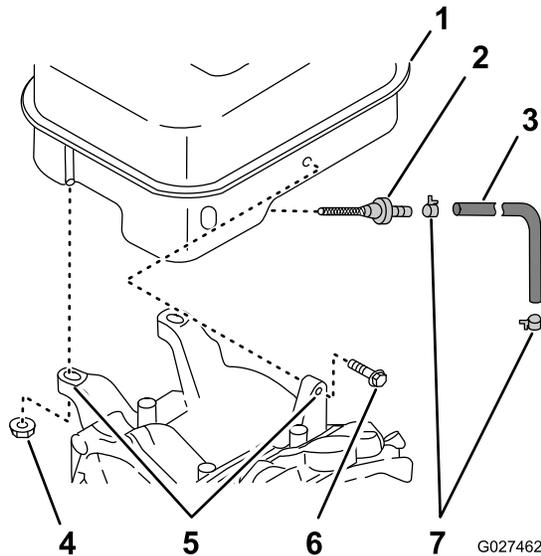
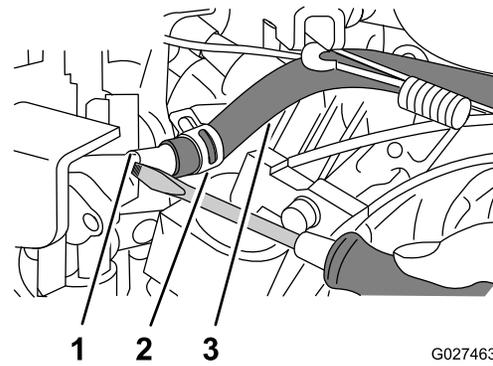
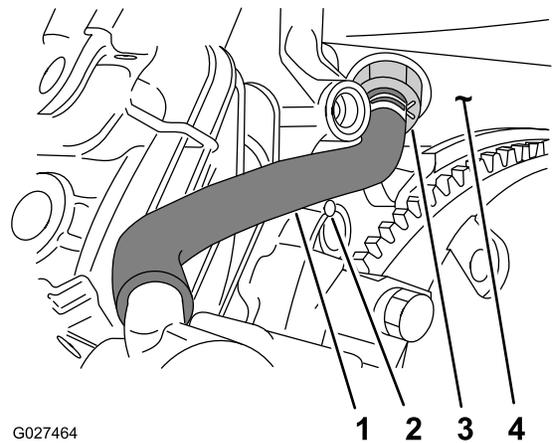

Figure 71
Figure 72
Figure 73
5. Retirez les 2 boulons (6 x 25 mm) et les 2 écrous (8 mm) qui fixent le réservoir de carburant sur ses supports (Figure 71).
6. Desserrez le collier et débranchez le flexible de carburant du raccord sur le carburateur (Figure 72).
7. Retirez le réservoir de carburant du carter moteur (Figure 71 et Figure 73).
1. Desserrez le collier et débranchez le flexible de carburant du raccord sur le filtre à carburant (Figure 71).
2. Tournez le filtre à carburant dans le sens antihoraire et déposez-le du réservoir de carburant (Figure 71).
4. Vissez le filtre à carburant dans le réservoir de carburant (Figure 71).
- Placez le flexible de carburant que vous avez débranché à l'opération 1 en face du raccord du filtre à carburant (Figure 71 et Figure 73).
- Fixez le flexible au raccord du filtre au moyen du collier (Figure 71 et Figure 73).
- Placez le réservoir de carburant en face de ses supports sur le moteur (Figure 71).
- Placez le flexible de carburant que vous avez débranché à l'opération 6 de Dépose du réservoir de carburant \(page 62\) en face du raccord sur le carburateur (Figure 72 et Figure 73).
- Fixez le flexible au raccord du carburateur au moyen du collier (Figure 72).
- Montez le réservoir sur ses supports sur le moteur au moyen des 2 boulons (6 x 25 mm) et 2 écrous (8 mm) (Figure 71).